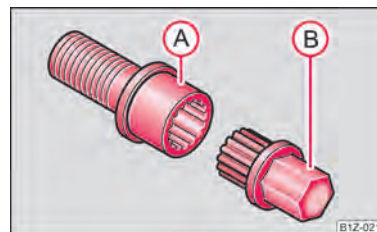

Fig. 169 Figura: Tornillo de seguridad para ruedas con adaptador
- Introducir el adaptador (B) con su lado dentado hasta el tope de tal modo en el dentado interior del tornillo de seguridad para ruedas (A), que ya sólo sobresalga el hexágono exterior ⇒ fig. 169.
- Calar la llave de rueda hasta el tope en el adaptador (B).